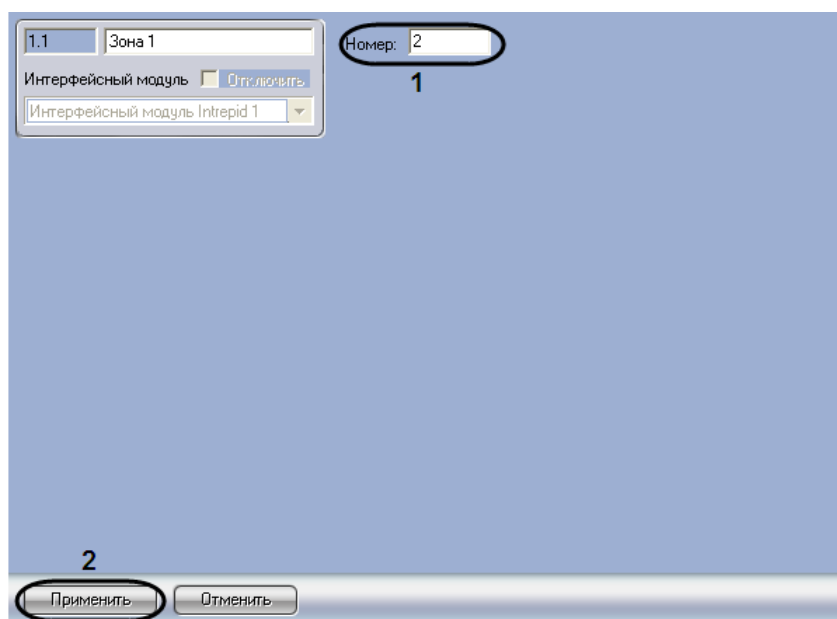

Рис. 2.3-2. Настройка зоны регистрации
1. Перейти на панель настройки объекта **Зона** (Рис. 2.3-2).
2. В поле **Номер:** ввести номер зоны регистрации, соответствующей требуемой группе контрольных сегментов кабеля в системе *Intrepid Micropoint* (см. Рис. 2.3-2, **1**).
3. Для сохранения внесенных изменений нажать кнопку **Применить** (см. Рис. 2.3-2, **2**).